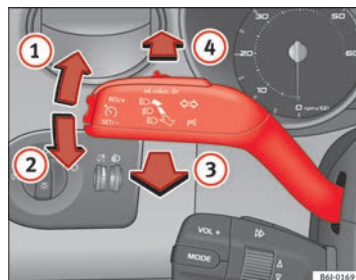

Fig. 59 Palanca de intermitentes y de luz de carretera
- Desplace la palanca hacia arriba hasta el tope ⇒ fig. 59 ① para encender el intermitente **derecho** o bien hacia abajo ②, para encender el intermitente **izquierdo**.
- Desplace la palanca hacia adelante $\Rightarrow$ fig. 59  para encender la luz de carretera.